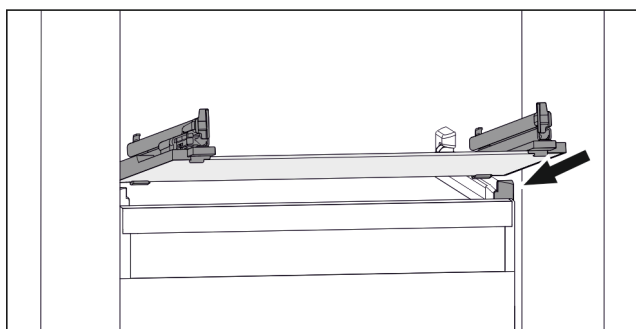

Fig. 140 Príklad zobrazenia sklenenej dosky
- ▶ Nasad'te sklenenú dosku šikmo za zarážkami. (pozri Fig. 140)